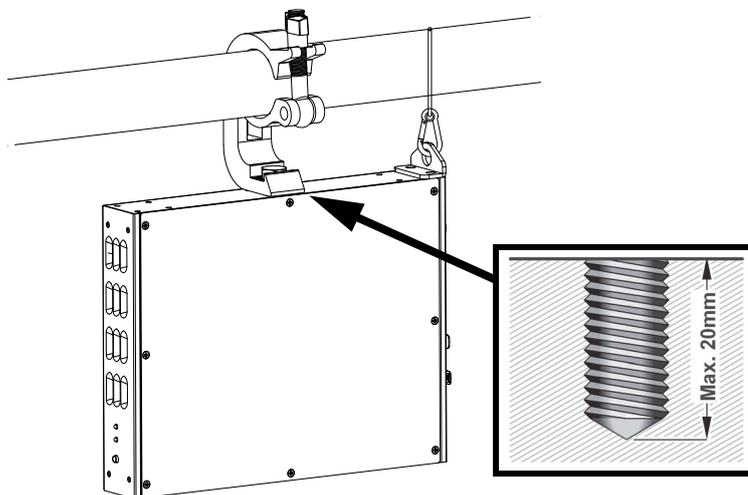

Figure 5 : configuration de l'accroche sur structure
- Voir Figure 5. À l'aide de deux des vis fournies, fixez le support d'attache d'élingue à un côté de l'unité.